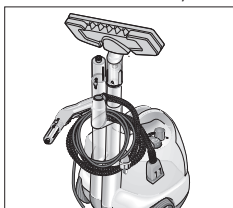

Fig. 10: Strângerea aparatului
- Introduceți separat ambele țevi de prelungire în sacii de accesorii (A5), care se află pe partea din spate a aparatului. Fixați duza de curățare a podelelor (H1) pe oțevă de prelungire (vezi fig. 10).